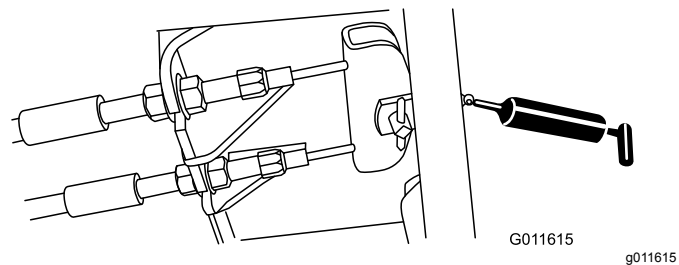

Figura 36
- Pedale del freno (1) – Figura 36